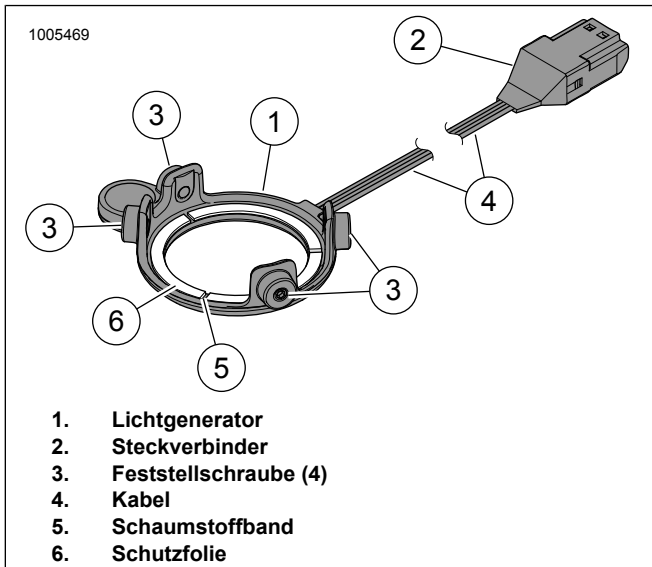

Abbildung 20. LED-Beleuchtung, Stage I-Satteltaschenlautsprecher
11. Siehe Abbildung 20. Die Schutzfolie (6) vom Schaumstoffklebeband (5) auf der Rückseite des Lichtgenerators (1) abziehen.